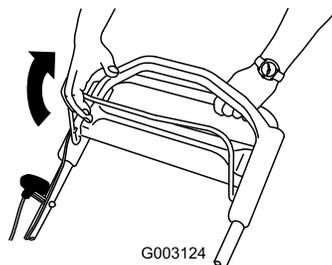

Рисунок 13
1. Потяните штангу управления ножами в направлении рукоятки (Рисунок 13).